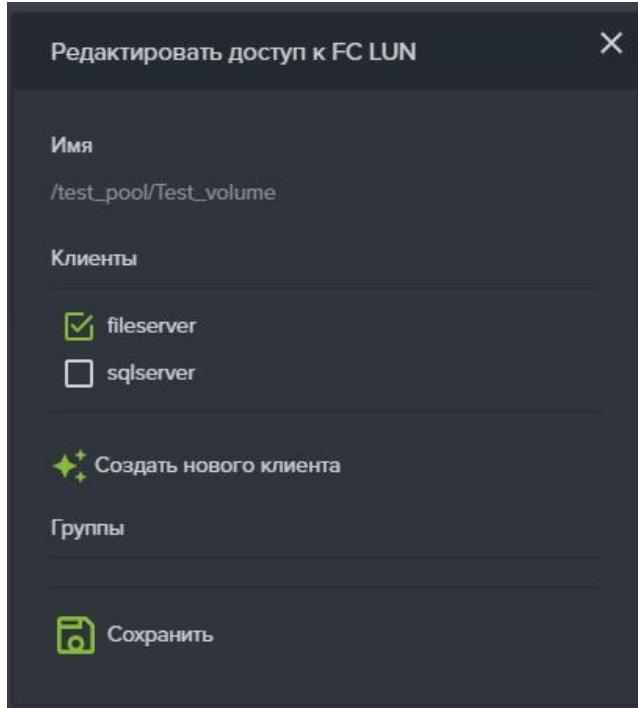

Рисунок 47 – Редактирование доступа к луну Fibre Channel
3. Нажмите на кнопку «Редактировать доступ», откроется одноименное окно (см. Рисунок 47).